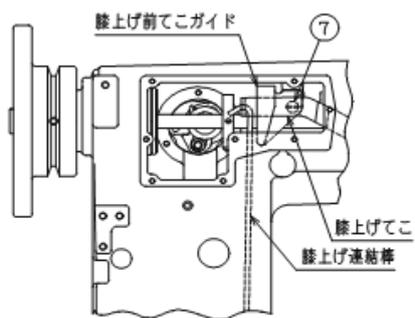

Fig.5
膝上げ前てこガイド止めねじ⑦(1ヶ所)を緩めて、膝上げ前てこガイドを外します。(Fig.5)
膝上げてこに掛っている膝上げばねを外し、膝上げてこ段ねじ⑧(1ヶ所)を緩めます。この後、膝上げてこ端部穴にはまっている膝上げ連結棒を膝上げてこから外し、膝上げてこ及び膝上げ連結棒をアーム内から取外します。(Fig.5、6)